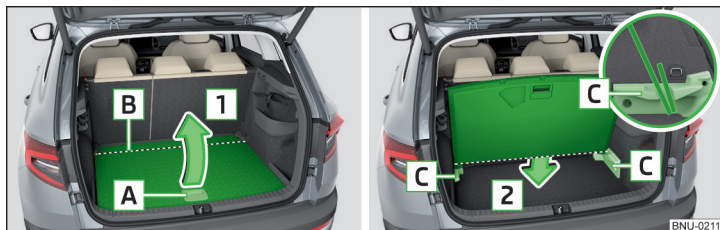

Abb. 147 Parkstellung des variablen Ladebodens
- Den variablen Ladeboden am Griff **A** in Pfeilrichtung **1** anheben. Der variable Ladeboden wird im Bereich **B** „geknickt“ » Abb. 147.